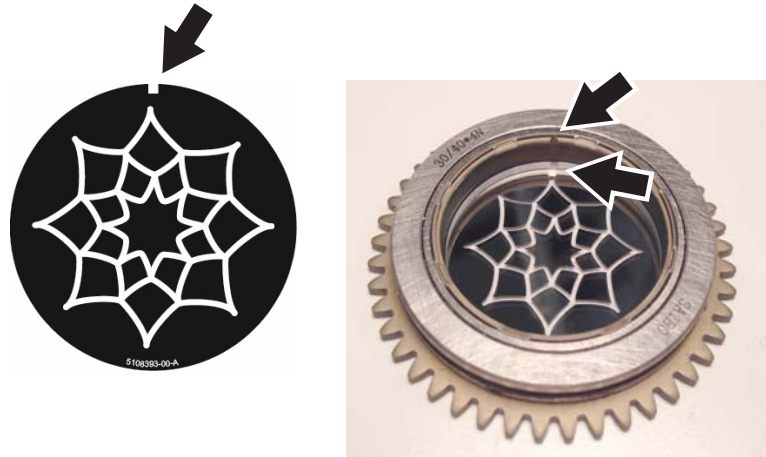
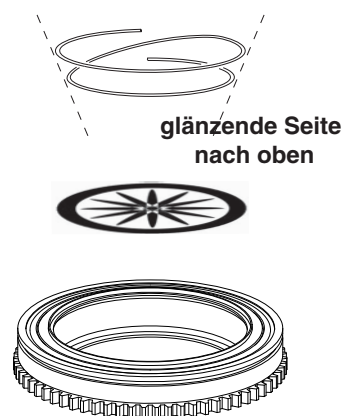

Bild 14: Richtmarken des Gobos und des Gobohalters
Bild 15: Gobohalter
Legen Sie den Gobohalter mit dem Zahnrad nach unten (siehe Bild 15) ab und installieren Sie die Gobos des MAC Allure Profile wie folgt:
Siehe Bild 14. Beachten Sie die Position der Richtmarke (Pfeil) des Gobos und des Gobohalters. Beide Marken müssen bei Installation des Gobos übereinander liegen.
4. Halten Sie das Ersatzgobo am Rand. Legen Sie es unter Beachtung der Richtmarken und mit der reflektierenden Seite nach oben, zur Gobo-Haltefederweisend, in den Gobohalter (siehe Bild 14 und Bild 15).
5. Legen Sie die Gobo-Haltefeder mit der engen Windung zum Goboweisend (siehe Bild 15) auf das Gobo. Drücken Sie die Feder zusammen, um die enge Windung zu erkennen.